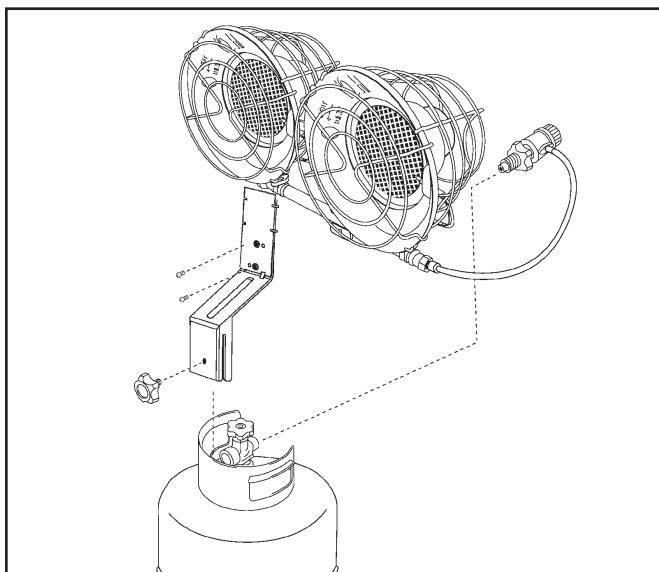

Figura 1.
- 5a. **Modelo SRC30T con quemador doble (consulte la Figura 1).**